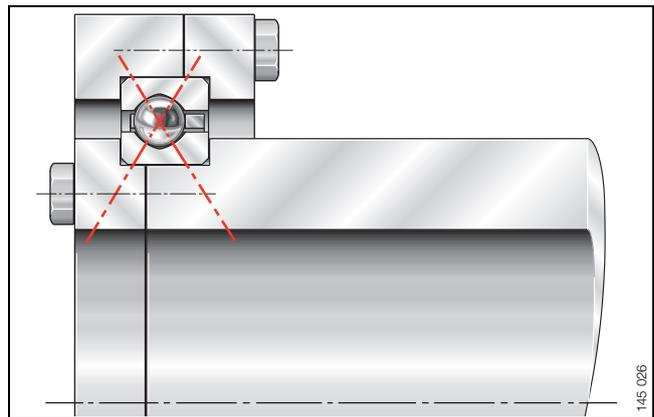
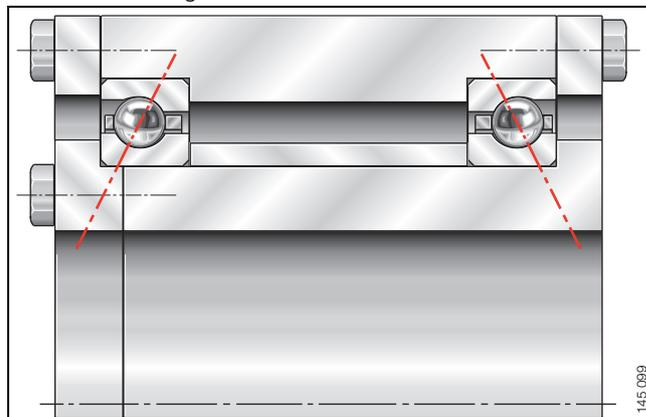

Bild 4 · Vierpunktlager – Konstruktionsbeispiel
Bild 10 · Zusammengepasste Schrägkugellager, O-Anordnung, 1 Passring
In Bild 4 bis Bild 10 sind Konstruktionsbeispiele von Dünnringlagern schematisch dargestellt.
Bild 4 zeigt ein Vierpunktlager, das Kräfte und Momente aus allen Richtungen aufnimmt. Steifigkeit und Tragfähigkeit müssen auf die Belastungsverhältnisse abgestimmt sein. Bund und Passring fixieren das Vierpunktlager im Gehäuse und auf der Welle.
- Gehäuseschulter und ein Passring (Bild 10).